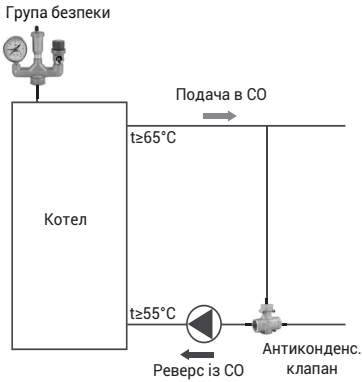
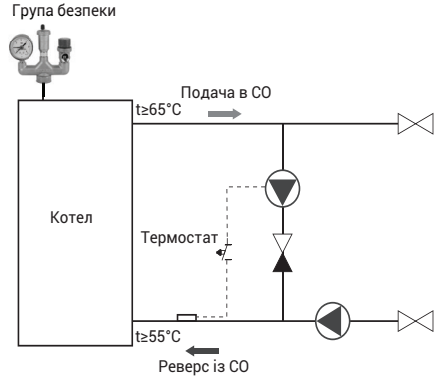
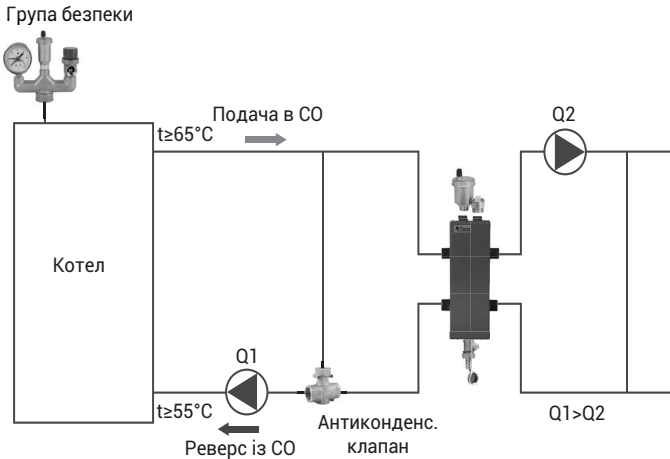

Рис. 2. Схема з байпасом та антиконденсаційним клапаном
Рис. 3. Схема з байпасом та насосом
Рис. 4. Схема з гідравлічним роздільником
Для правильного під'єднання котла до опалювальної системи необхідно дотримуватися таких умов: температура в котлі не повинна бути нижче 65 °C, а температура води на поверненні в котел – не нижче 55 °C. Це обумовлено конденсацією водяної пари на холодних стінках котла (так зване потіння котла), що викликає скорочення терміну його служби. Це явище можна попередити, якщо встановити вищу температуру води в котлі і регулюючи температуру в окремих приміщеннях за допомогою термостатичних клапанів або застосування змішувальних систем, наприклад у вигляді обхідного містка (рис. 2), дозуюче-змішувального насоса (рис. 3), гідравлічного роздільника (частковий захист) особливо в великих системах центрального опалення з великою кількістю води (рис. 4).
3. Для запобігання утворенню конденсату в котлі необхідно в системі забезпечити температуру води патрубку повернення не нижче $55 \text{ }^\circ\text{C}$. Схеми захисту наведені на рис. 2 та рис. 3.